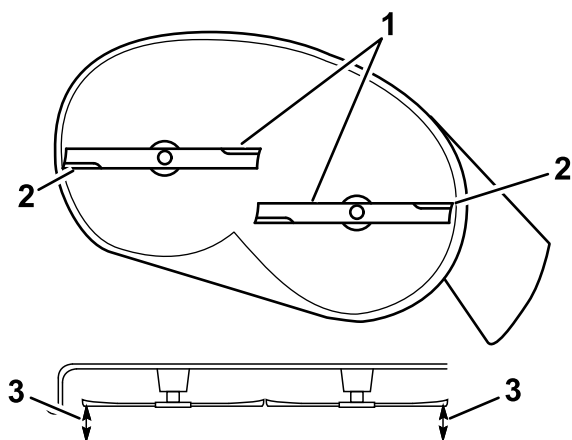

Рисунок 65
5. Измерьте расстояние от наружных режущих кромок до плоской поверхности (Рисунок 65).